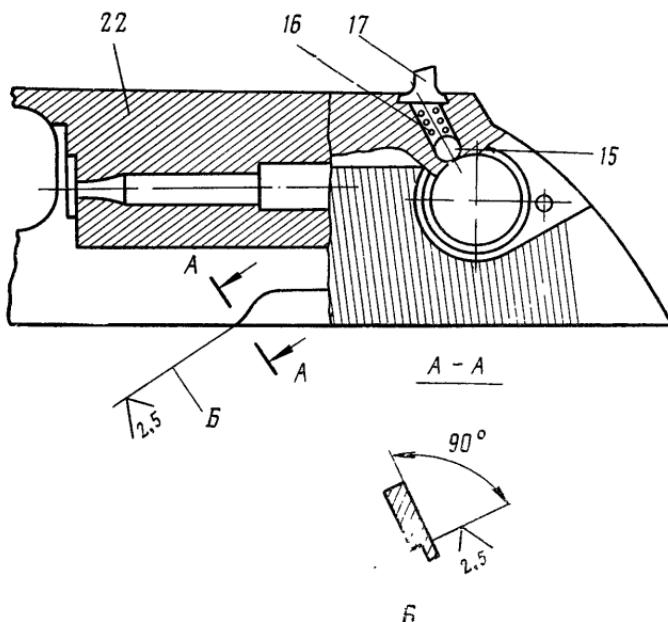

Рис. 41. Обработка разобщающего уступа на затворе
6.2. Выколоткой для целика (приложение 2) выбить целик 17 (рис. 41) из паза затвора справа налево, не вынимая выколотки из паза затвора, чтобы не вылетела из своего гнезда пружина 16 шарика.
Если при недоходе затвора на 0,5 мм не происходит спуска курка с боевого взвода, то обработать уступ *Б* на затворе по рис. 41.